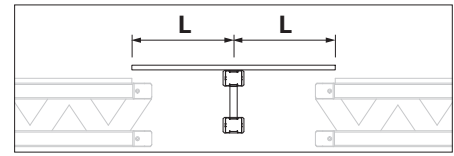

Fig. A4.01.2
Pour des compensations plus grandes avec une feuille de contreplaqué (14) qui repose sur les deux tables et est, en plus, soutenue par une poutrelle GT 24 placée au centre. (Fig. A4.01.2)